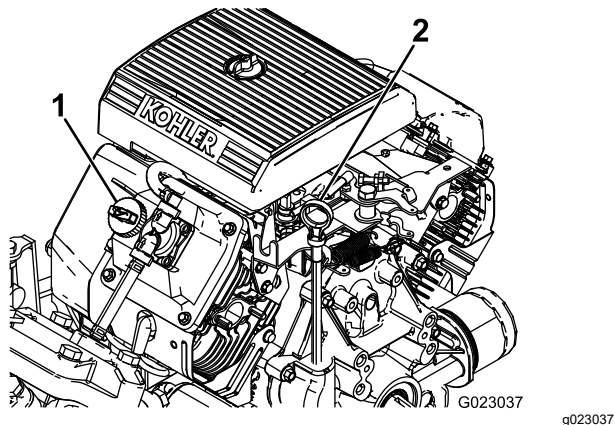

Figure 10
2. Retirez la jauge et essuyez-la sur un chiffon propre (Figure 10).
4. Si le niveau d'huile est trop bas, retirez le bouchon de remplissage du couvre-culasse (Figure 10) et versez la quantité d'huile nécessaire dans l'orifice pour amener le niveau au repère MAXIMUM sur la jauge ; voir Contrôle du niveau, vidange de l'huile moteur et remplacement du filtre à huile \(page 53\) pour connaître le type d'huile et la viscosité qui conviennent.